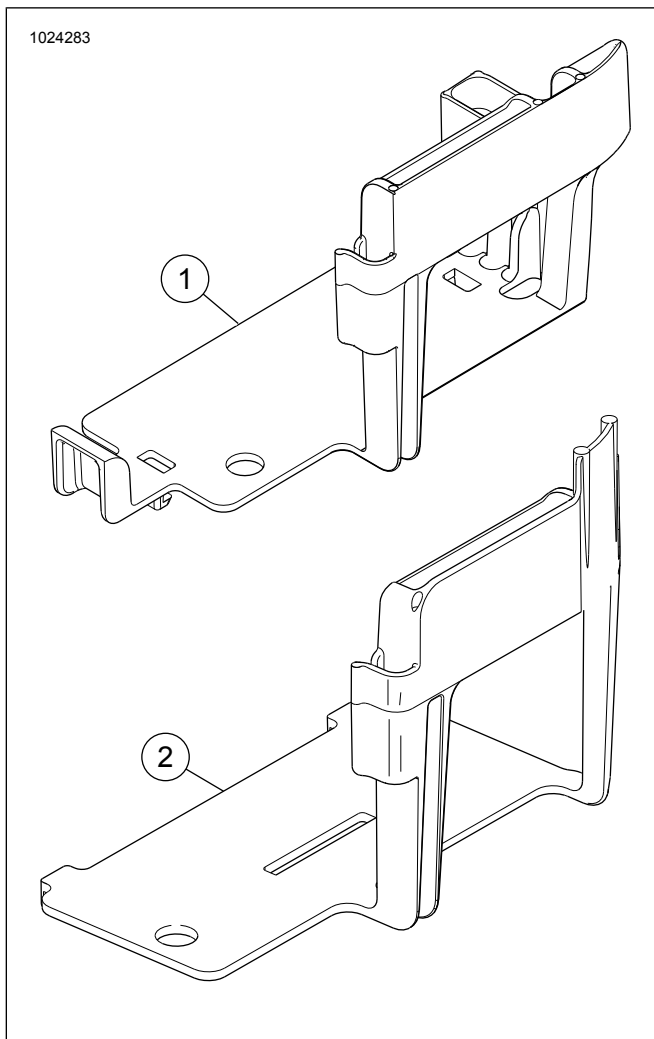

Abbildung 27. Nicht geänderter Softtail-Batteriehalter
- 4. Siehe Abbildung 27. Batteriehalter abnehmen. Siehe Werkstatthandbuch.